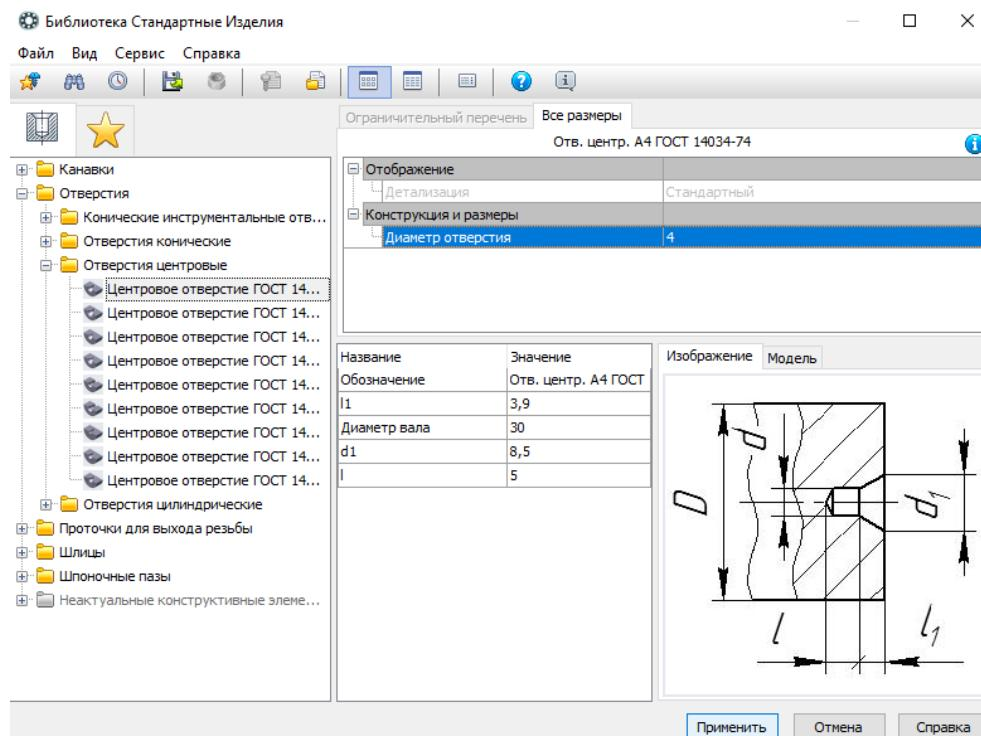
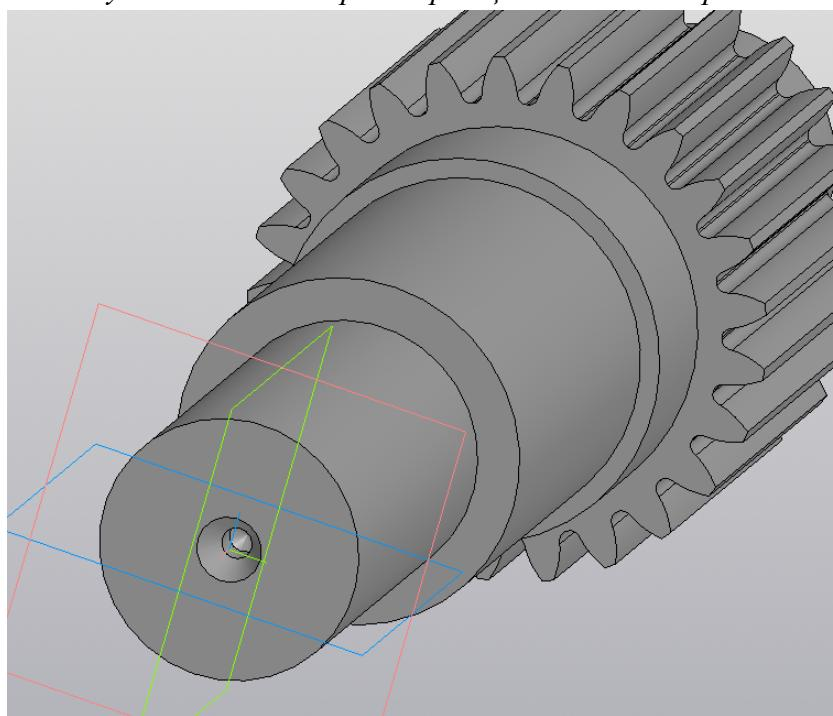

Рисунок 15 - Ввод параметров центрового отверстия
Рисунок 16 - Центровое отверстие
- В открывшемся диалоговом окне выполните двойной щелчок мышью в поле *Диаметр отверстия*, в списке *Выбор типоразмеров и параметров* выполните двойной щелчок на значении диаметра отверстия 4 мм. В окне *Библиотека Стандартные Изделия* нажмите кнопку *Применить* (рисунок 15). В модели будет построено центровое отверстие (рисунок 16). Нажмите кнопку *Создать* .